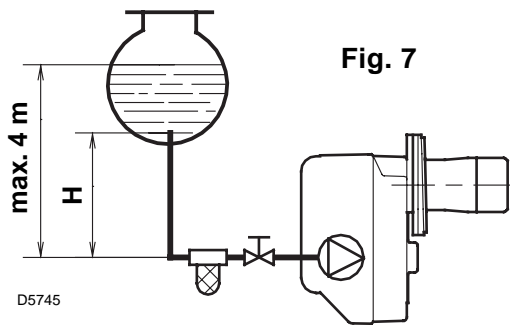
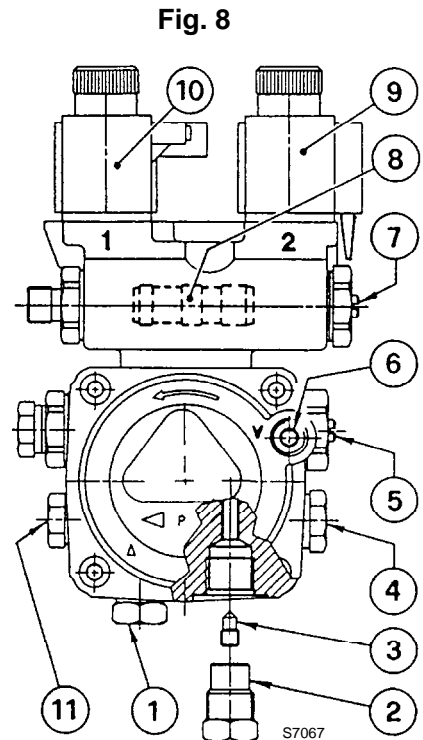

Fig. 7
Fig. 8
- De pomp is voorzien voor een installatie met twee leidingen. Draai bij één leiding de moer van de terugloopleiding (2) los, verwijder de by-pass schroef (3) en draai de dop (2) opnieuw aan, (zie fig. 8).
Bij een installatie zoals in fig. 7, de vacuümteeraansluiting (6, fig. 8) losdraaien tot er brandstof ontsnapt.